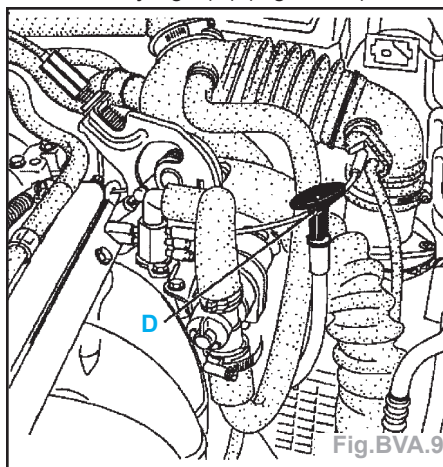

Fig.BVA.9
- La vidange s'effectue par aspiration par le tube de jauge (D) (Fig.BVA.9).
- Le remplissage s'effectue par le tube (D) (Fig.BVA.9).